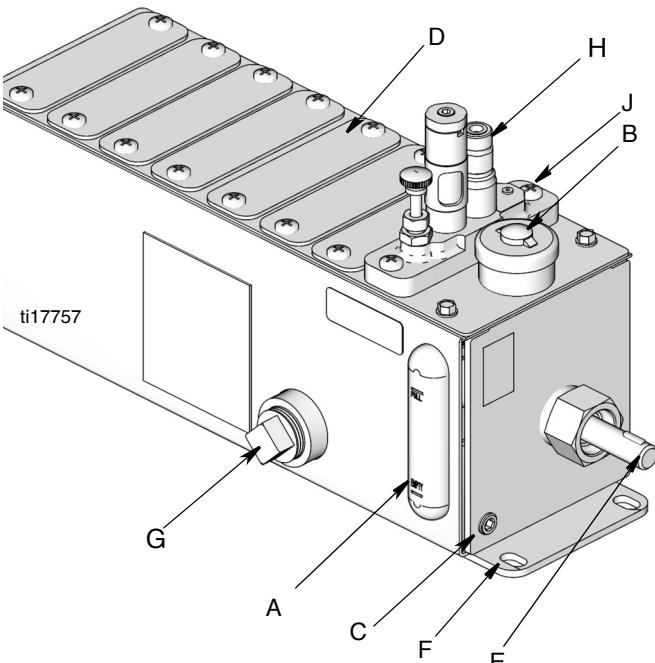

Рис. 1
Буквенные обозначения, используемые в дальнейших инструкциях, относятся к деталям, представленным на странице Рис. 1.
- a. Извлеките заглушку сливного отверстия (C), чтобы осушить бак (Рис. 1). Утилизируйте масло в соответствии со всеми действующими нормами техники безопасности.
- d. Установите насосы. Затяните монтажные винты (J) до 110 дюймо-фунтов  $\pm 10$  дюймо- фунтов (12,43 Н•м  $\pm 1,13$  Н•м).
- e. Нанесите на заглушку сливного отверстия (C) резьбовой герметик (приобретается отдельно) (Рис. 1) и установите заглушку на место. Затяните до 35 дюймо-фунтов  $\pm 5$  дюймо-фунтов (3,95 Н•м  $\pm 0,6$  Н•м).